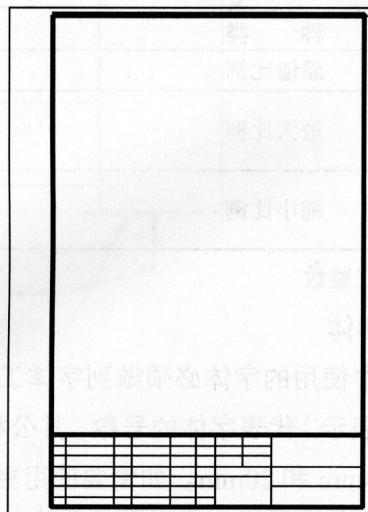

图 1-4 A4 图幅样板图
(3) 启用块插入工具将标题栏插入到图纸内框的右下角，完成如图 1-4 所示的空白图纸。
(4) 选择【文件】|【另存为】菜单命令，系统弹出【另存为】对话框，在【文件类型】列表框中选择“AutoCAD 图形样板 (*.dwt)”选项。在【文件名】文本框中输入 GBA4-Y，并选择将文件保存到“AutoCAD 2010\R18.0\chs\Template”文件夹中，单击【保存】按钮即完成了 A4 图纸幅面的设定。重复上述步骤可以将国标中所有的图纸幅面保存为模板文件，供今后创建新的图纸调用。